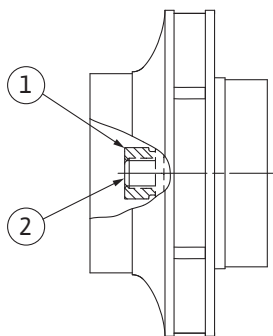

Fig. 106: Ispravan položaj matice radnog kola nakon montaže
8. Čvrsto držite vratilo čeljusnim ključem (širina 22 mm) i zategnite maticu radnog kola propisanim zateznim momentom (vidi tablicu „Zatezni momenti“ [► 29]). Matica (Fig. 106, poz. 1) mora biti poravnata otprilike  $\pm 0,5$  mm s krajem vratila (Fig. 106, poz. 2). Ako to nije slučaj, otpustite maticu pa ponovite korake 4...8.